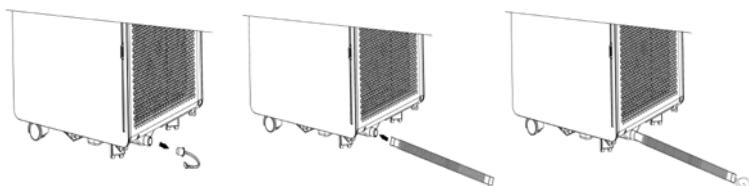

Fig. 6
3. Comme indiqué à la figure 6, raccordez correctement le tuyau de vidange (uniquement pour les modèles avec chauffage) ;